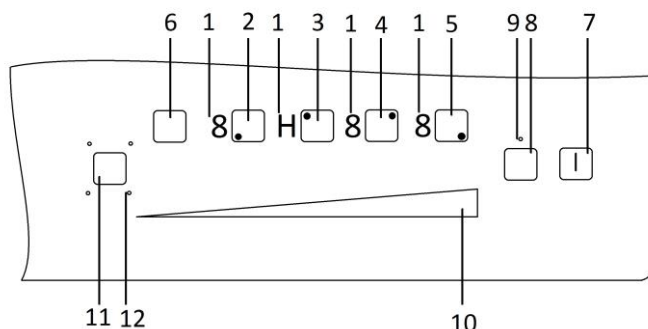

рис. 5. Сенсорная панель управления
- В переднем правом углу или спереди в центре стеклокерамического стола нанесены символы, при помощи которых происходит управление плитой. Назначение символов приведено на рис.5.